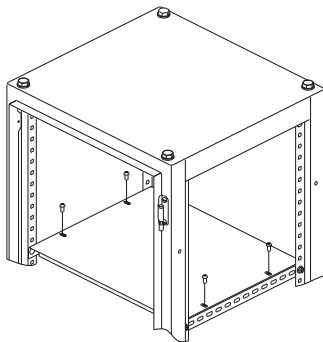

Рисунок 20
14.2 Положите Полку на Уголки для оборудования и закрепите винтами 2М6х10 (рисунок 20). Момент затяжки 5 Н·м.